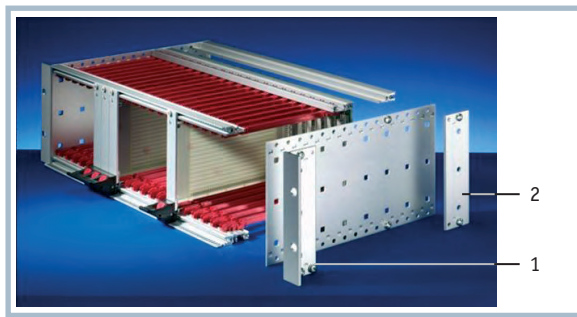

Рис. 3. Каркас с боковой панелью типа F:
Фланец из алюминиевого профиля крепится к панели винтами М4 (рис. 3). Имеется два вида фланцев:
- передняя кромка (lip) — декоративный элемент, выравнивающий панели вставных модулей 9 (рис. 5). Удлиненная кромка (рис. 3) играет также роль опоры для ручек-экстракторов (МЭК 60297-3-102) модулей VME и CompactPCI.